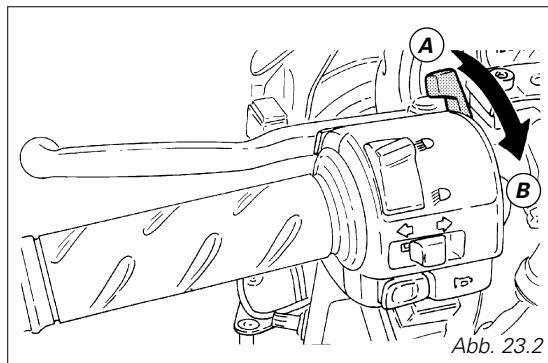

Abb. 23.2
2) Den Starterhebel in die Position (Abb. 23.2) bringen.